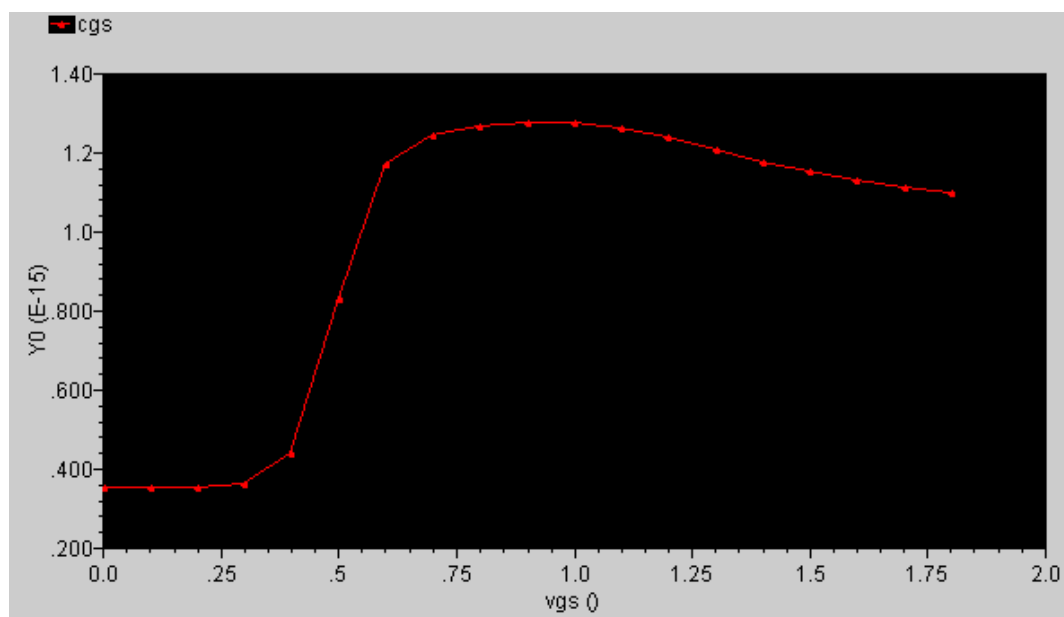

图 3.8 栅源电容随栅源电压的变化曲线
9、在 Calculator 对话框中点击 plot 按钮(即带红色曲线的按钮),就得到如图 3.8 的波形,即 nmos 管的栅源电容随栅源电压变化的曲线。